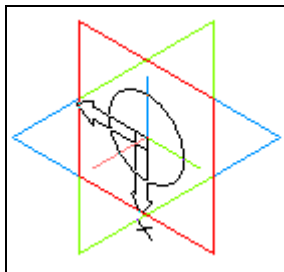

Рис. 4.35. Эскиз с фантомом системы координат
- ◆ После запуска команды **Разместить эскиз** в окне модели отображается фантом системы координат эскиза (рис. 4.35). Чтобы задать плоскость, на которой должен находиться эскиз, укажите нужный плоский объект в Дереве или в окне модели.